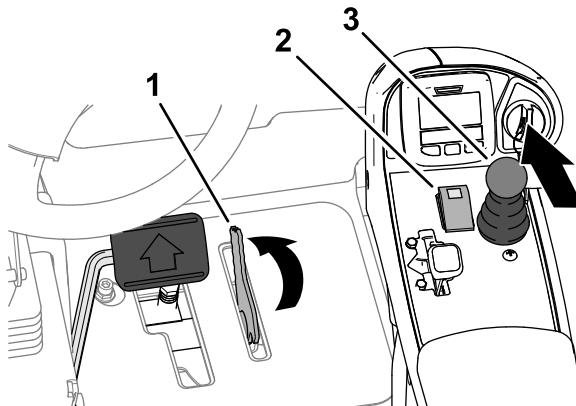

Figure 122
- Tournez le levier du limiteur de vitesse de tonte-déplacement à la position TONTE (Figure 122).